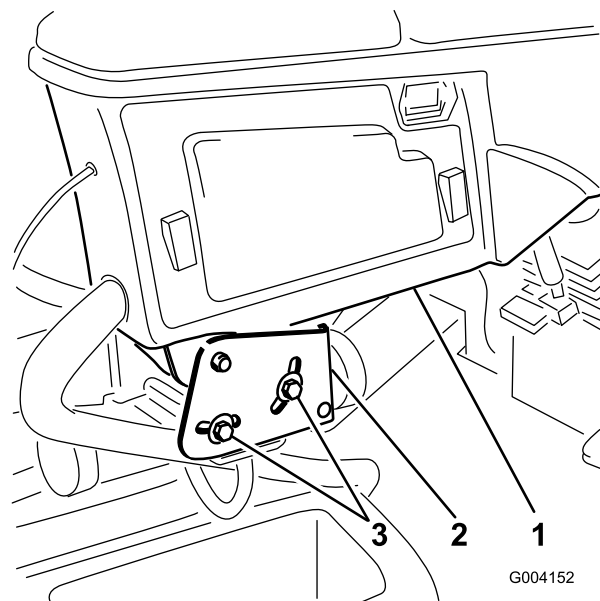

Рисунок 2
1. Ослабьте два болта крепления рычага управления к крепежному кронштейну (Рисунок 2).